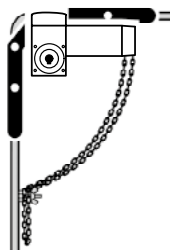

Рисунок 9
- Цепь должна свисать свободно, не должна быть натянута (рис. 9).